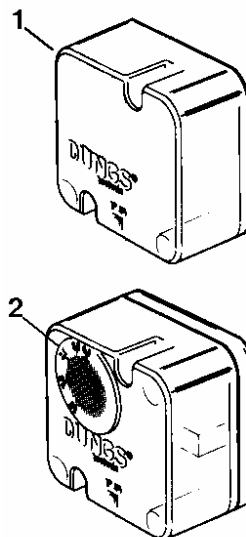

Fig. 18
5.3.6. Reglarea presostatului de aer (Fig. 18)
- Demontați capacul presostatului (1).
- Creșteți valoarea pe discul de reglare (2) până când arzătorul se oprește semnalizând avarie.